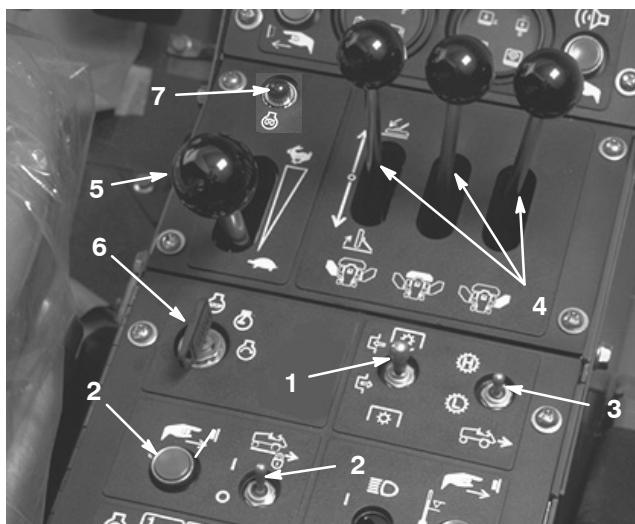

Figure 24
- Tournez la clé de contact en position de DÉMARRAGE (Fig. 24). Relâchez la clé dès que le moteur démarre et laissez-la revenir en position de MARCHE.